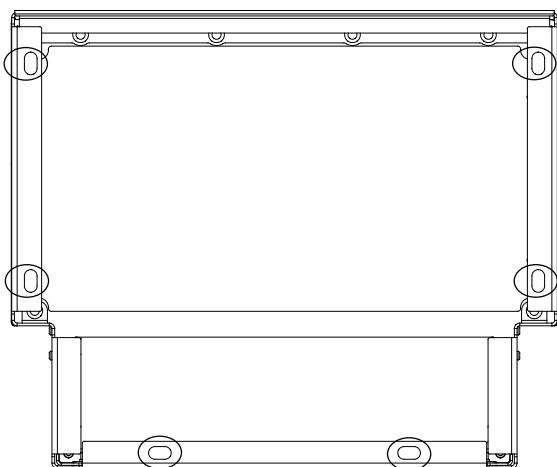

图 4.3 地面上的底座安装点
- 将底座安置在地面上并使用 6 个螺栓通过安装孔固定。请参考图 4.3 中画圆圈的区域。